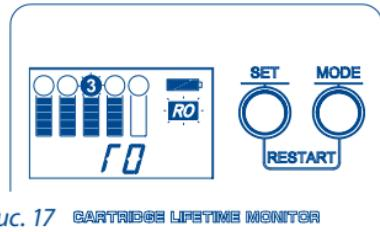

Рис. 17 CARTRIDGE LIFETIME MONITOR
e. Последовательными нажатиями кнопки SET выберите ступень, для которой Вы хотите установить режим RO (ступень с обратноосмотической мембраной). Нажмите MODE — появится надпись End. Нажмите SET — настройка будет зафиксирована (Рис. 17).